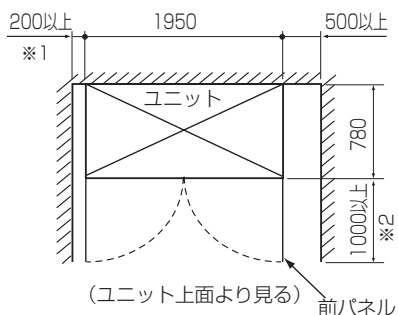

図1
- 室内ユニットの設置は、強固な床面を選定してください。また、保守サービスが容易にできるように図1に示したサービススペースを必ず確保してください。
- ・フロントパネル (4枚)、リアパネル (3枚)、サイドパネル (2枚) の順で図1に示す箇所の蝶番およびネジを外し各パネルを取外してください。
- ・図1のA部で指示している部分のボルト①およびネジを外してください。(4隅)
- また、ボルト②を本体が分割できる状態まで緩めてください。分割した後はボルト②を必ず締め付けてください。(締付トルク：74N・m)
- 分割したフレーム同士がはまらないときは図1のボルト②を緩めて、はまりこんだらボルト②をしっかりと締めてください。